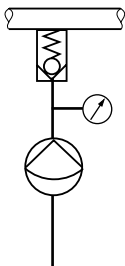

Abb. 11
- Rücklauf aus der Hauptleitung unterbinden! Es kommt sonst zu einer ungewollten Vermischung in der Druckleitung. Dosierventil an der Impfstelle einbauen (Abb. 11)!